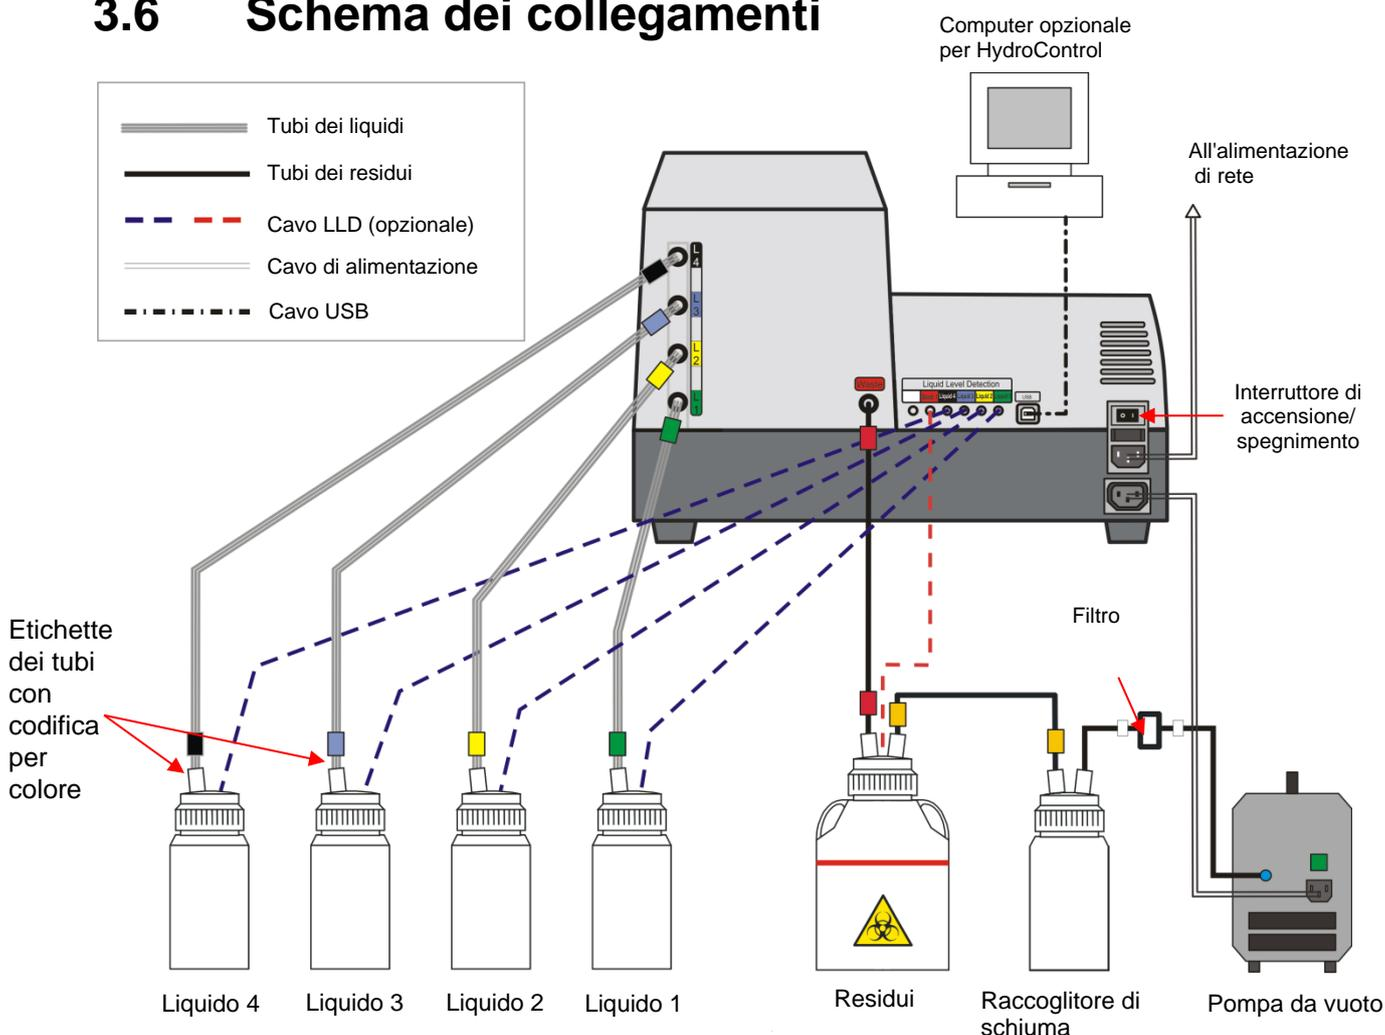

Fig. 2 Schema dei collegamenti
6. Collegare la bottiglia residui al raccoglitore di schiuma utilizzando il tubo con codifica per colore fornito in dotazione (vedere Fig. 2 Schema dei collegamenti).
7. Collegare il raccoglitore di schiuma alla pompa da vuoto utilizzando il tubo con il filtro integrato (vedere Fig. 2 Schema dei collegamenti).